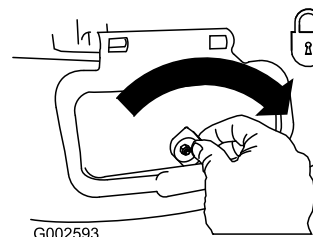

Figura 36
**Importante:** Dopo aver chiuso lo sportello di scarico laterale, bloccatelo (Figura 36).